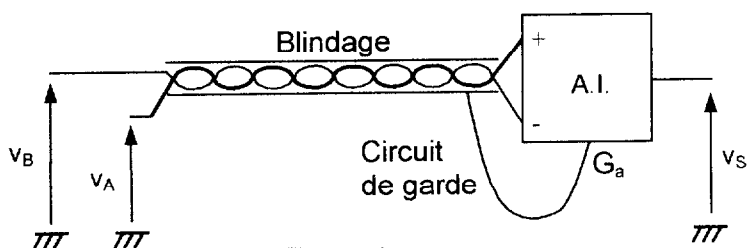

Figure 4
La tension de déséquilibre  $u_{AB}$  doit ensuite être amplifiée. Pour cela, on utilise un amplificateur d'instrumentation (figure 4 page 5).
2. Pour la transmission de la tension de déséquilibre du pont  $u_{AB}$ , on utilise un câble blindé constitué d'une paire de fils torsadés (figure 4 page 5). L'amplificateur d'instrumentation possède, en outre, une borne de garde  $G_a$  que l'on relie au blindage du câble (circuit de garde).